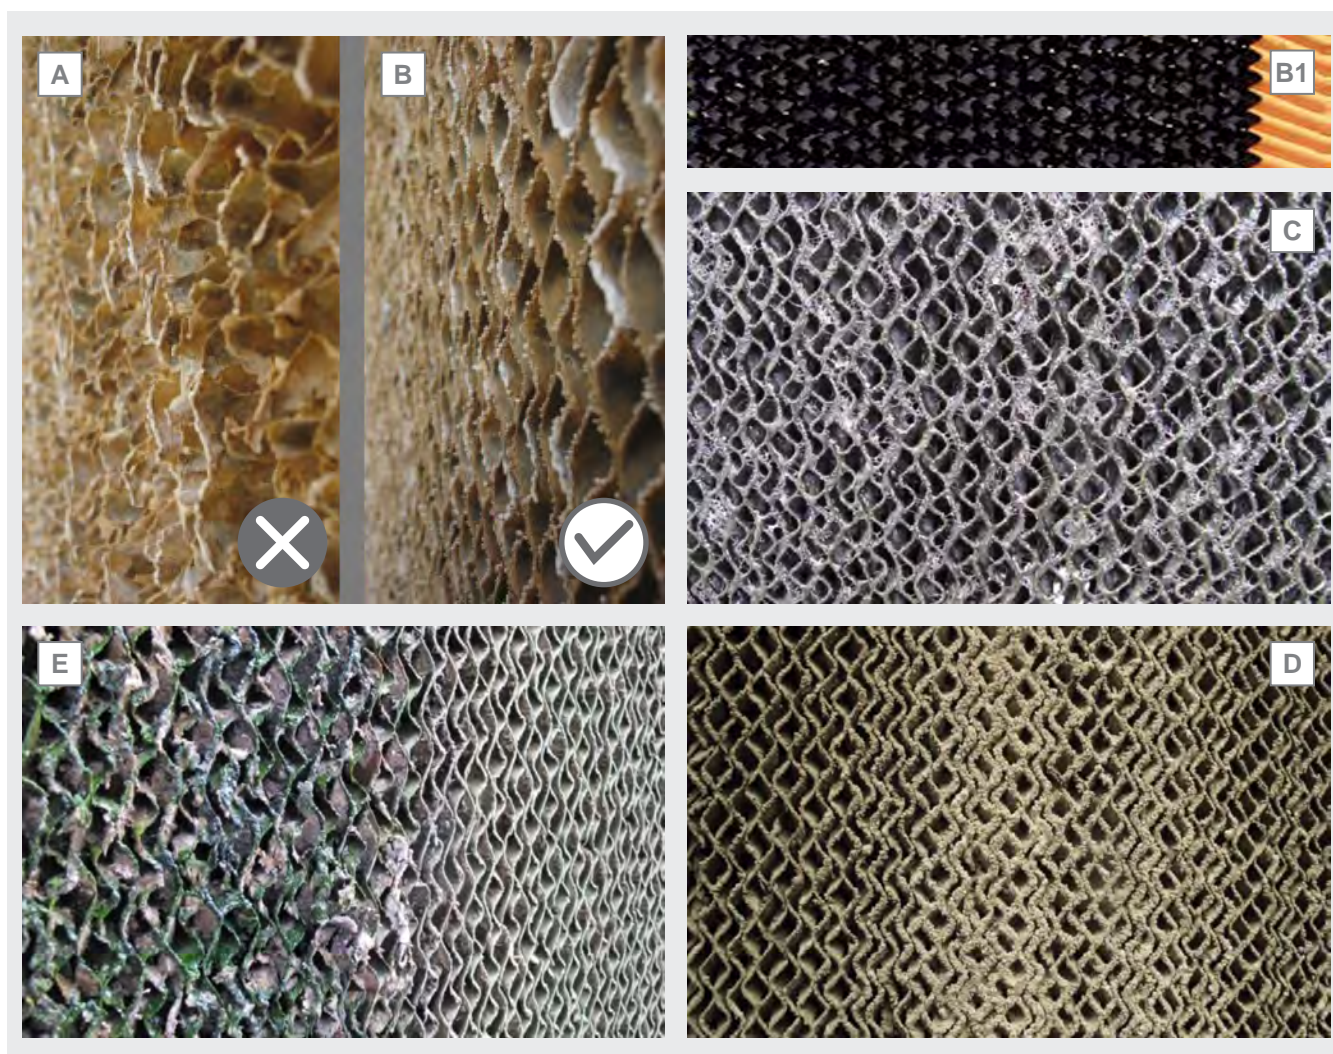

Figura 19
- 12.11.4 Si están desgastados, incrustados con cal o suciedad de cualquier tipo, los paneles de cartón deben sustituirse para no perjudicar el rendimiento del modelo. En caso necesario, póngase en contacto con Modine. Elimine los paneles de cartón desgastados de acuerdo con la normativa vigente. Véase la Figura 19 A como ejemplo de un panel de cartón desgastado que debe sustituirse, la Figura 19 B como ejemplo de un panel en buen estado. Véase la Figura 19 C como ejemplo de un panel que necesita limpieza (limpieza rutinaria). Si es necesario, se puede dotar a los paneles de un tratamiento superficial que impida la adhesión de biofilm y sales precipitadas: el tratamiento superficial puede influir positivamente en el tiempo de mantenimiento de los paneles, en su durabilidad y facilitar su limpieza. Véase la Figura 19 B1.
12.11.16 En el caso de un panel con incrustaciones de cal o silicatos (véase la Figura 19 D) o con colonias de algas o bacterias (véase la Figura 19 E), se puede hacer lo siguiente: enjuague el panel con agua a baja presión y frote la superficie con un cepillo de cerdas suaves. Enjuague el panel con agua a baja presión.